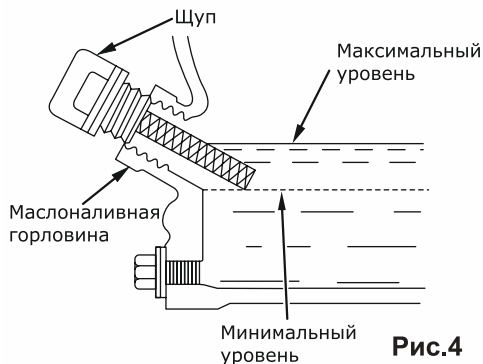

Рис.4
- отверните и извлеките масляный щуп, проверьте уровень масла, медленно долийте масло до нужного уровня по меткам на щупе или краю маслосналивной горловины (рис. 4);